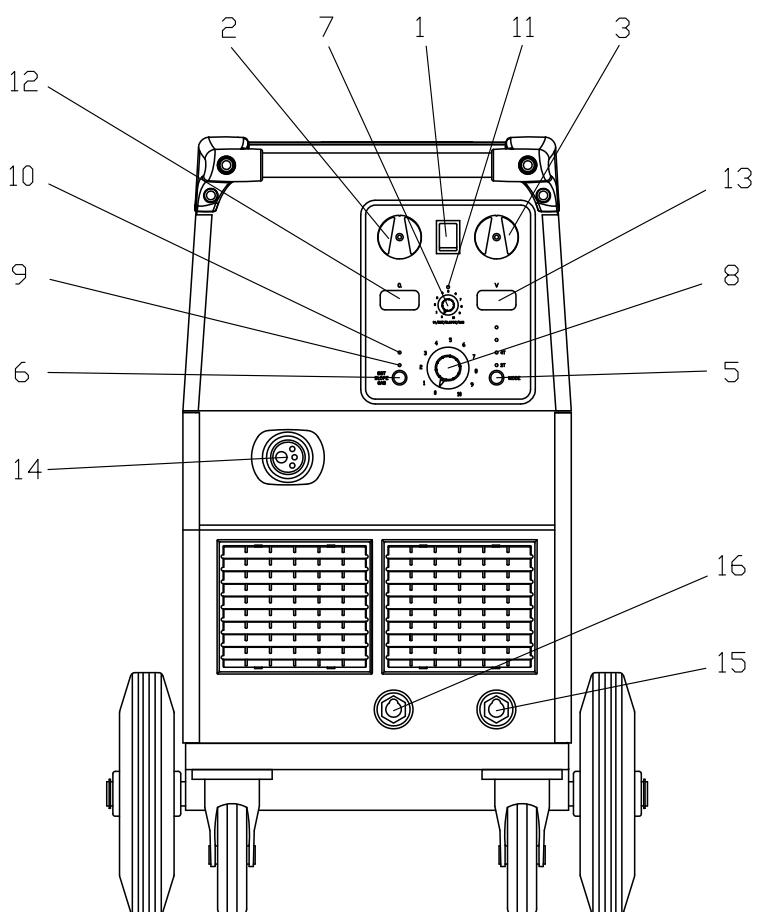

ABB. 7
1. Anwahl des Schweißmodus. Drücken Sie die Mode Taste bis (Abb.7 Pos.5) die LED des gewünschten Schweißmodus leuchtet:
- **Manuelles Punktschweißen** – Bei Anwahl manuelles Punktschweißen leuchtet die LED (ABB.7 Pos.11) Stellen Sie die Schweißzeit am Potentiometer (Abb.7 Pos.7) ein.
- **Automatisches Punktschweißen** – Bei Anwahl automatisches Punktschweißen blinkt die LED (Abb.7 Pos.11). STellen Sie die Schweißzeit am Potentiometer (Abb.7 Pos.7) ein.
2. Falls erforderlich, können Sie die BBT, Elnschleichen und Gasnachströmen einstellen. Drücken Sie die Auswahltafel (Abb.7 Pos.6), auf dem Digital-Amperemeter sehen den Kürzel des entsprechend dem Parameter, den Sie einstellen möchten. Stellen Sie den Wert am Potentiometer (ABB.7 Pos.6) ein. Im Display Voltmeter wird angezeigt $0 \div 99$ für BBT und Einschleichen sowie $00.0 \div 03.0$ für Gas nachströmen. Zum abspeichern des eingestellten Wert drücken Sie die Mode-Taste (Abb.7 Pos.5). Hinweis: Falls keine Eingabe länger als 30s erfolgt beendet das Programm die Anwahl.
3. Einstellen der Drahtvorschubgeschwindigkeit am Potentiometer (Abb.7 Pos.8).
4. Stufenschalter (Abb.7 Pos.2 + 3).